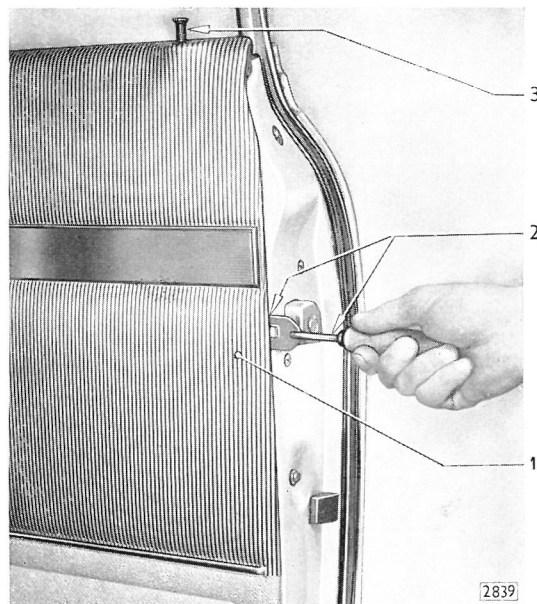

Bild 43 - Türinnenverkleidung von Tür abdrücken
4. Türinnenverkleidung von Tür mit Schraubenzieher oder ähnlichem Werkzeug abdrücken (wenn vorhanden, kann hierfür auch Türinnenverkleidung-Demontagegabel SW-154 verwendet werden – Bild 43).